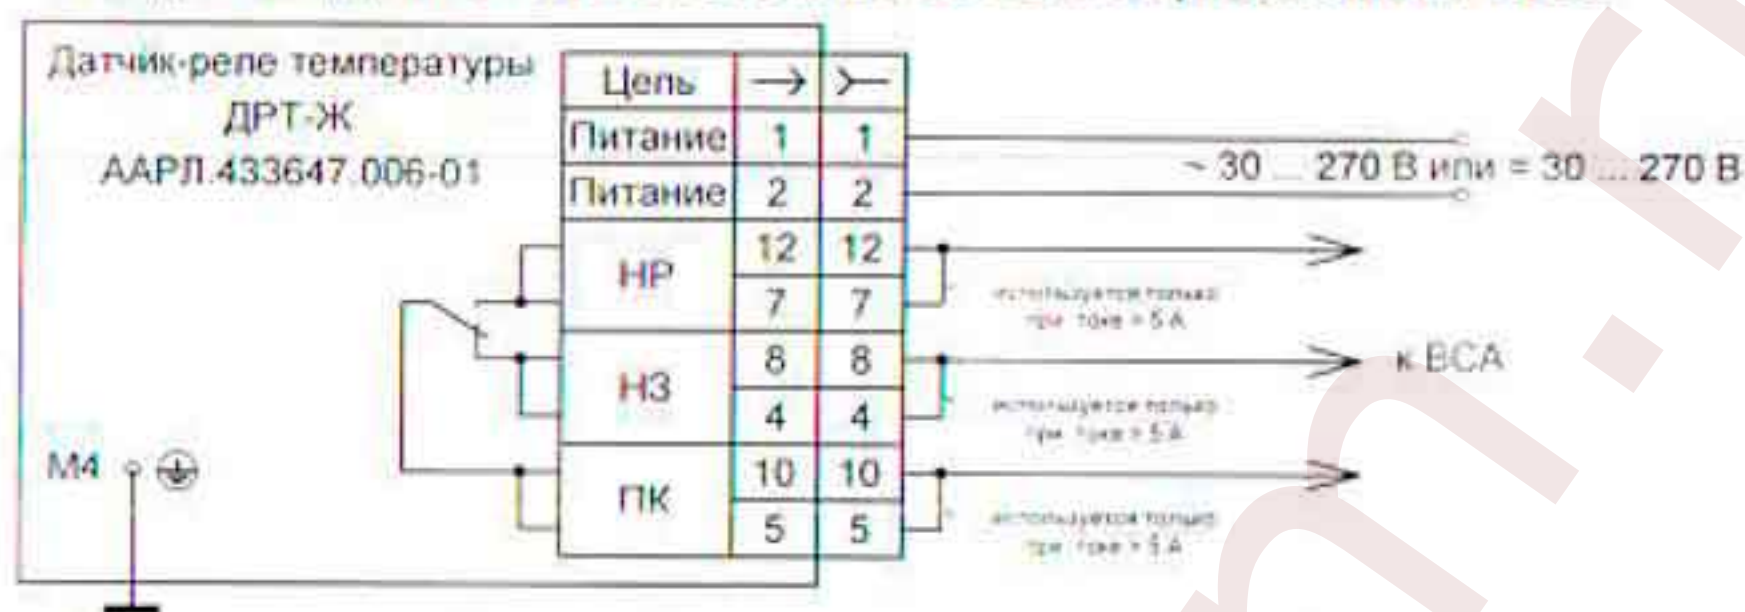

Рисунок 2 - Схема подключения ДРТ-Ж.
5.2 Внешние электрические соединения датчика производить гибким медным проводом сечением 0,5 мм2 согласно схеме подключения, рисунок 2. В зависимости от внешней системы автоматизации (ВСА) в датчике используется нормально разомкнутый (НР) контакт или нормально замкнутый (НЗ).